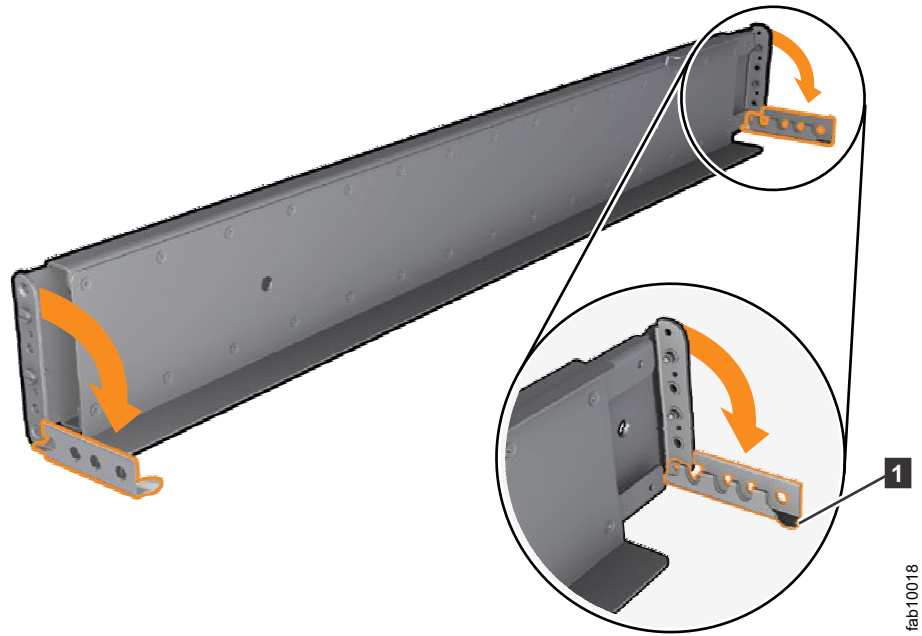

図 38. ヒンジ・ブラケットを開く
6. レールの両端で、タブ **1** をつかみ、しっかりと引いて、ヒンジ・ブラケットを開きます (39 ページの図 38を参照)。